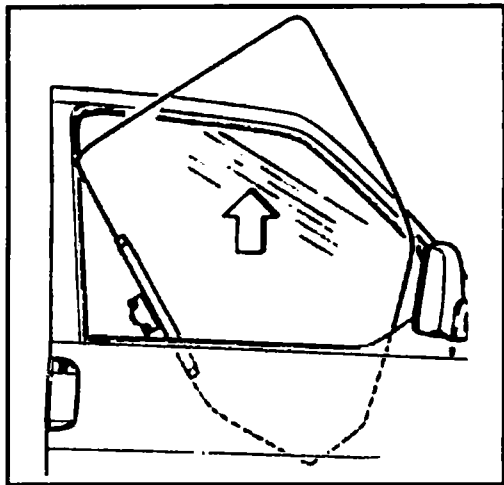

Рис. 10.27 Демонтаж стекла двери
- ◆ Отверните болты (1) крепления кронштейна стекла к штанге стеклоподъемника.
- ◆ Поверните стекло в проеме (см. рис. 10.27) и движением вверх выньте его из двери.
- ◆ Вставьте стекло внутрь двери (рис. 10.27).
- ◆ Поднимите стекло вверх до упора и затяните болты (1) моментом 7 Нм.